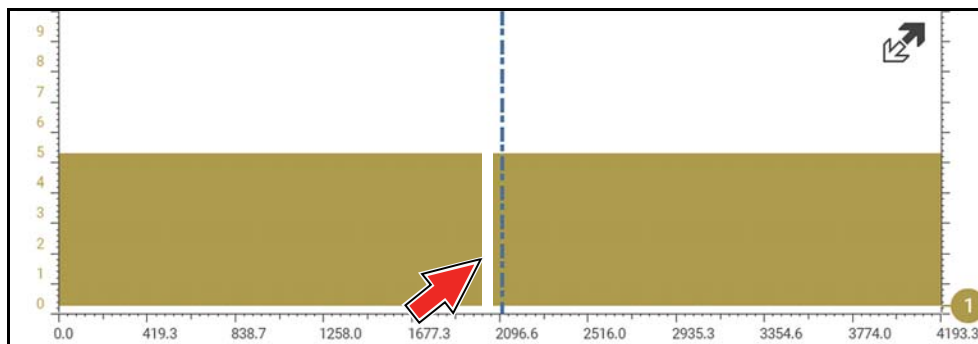

Abbildung 10-41
2. Pausieren Sie die Datenerfassung und zoomen Sie dann heraus (dieses Beispiel zeigt 256X), um mehr Daten zu sehen und möglicherweise eine Störung zu finden (Abbildung 10-41). In diesem Beispiel wurde der Cursor auf der rechten Seite einer Störung platziert. Die Wellenform ist zu stark komprimiert, um Details zu erkennen, aber die Störung sticht als dünner, heller Bereich in der Wellenform hervor.